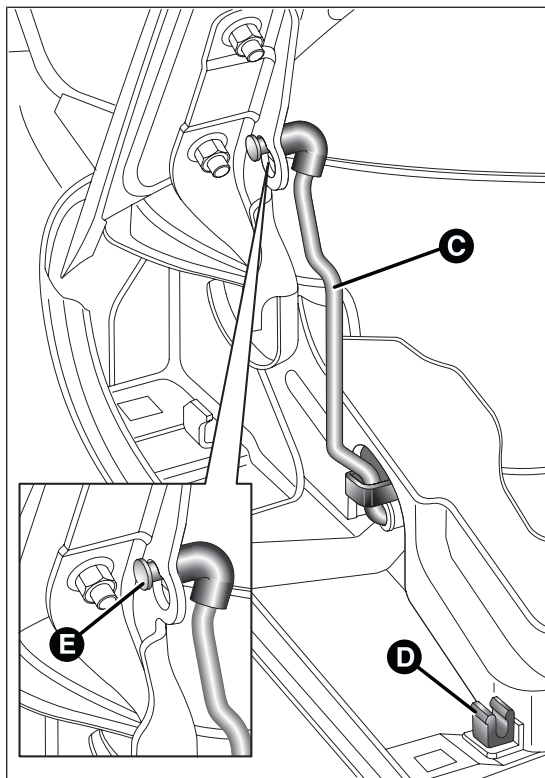

fig. 63
- ☐ levantar el capó y, al mismo tiempo, soltar la varilla de sujeción C fig. 63 de su dispositivo de bloqueo D; a continuación introducir el extremo de la varilla en el alojamiento E del capó (orificio grande) y empujarlo en la posición de seguridad (orificio pequeño), de la manera indicada en la figura.
- ❑ mantener levantado el capó con una mano y con la otra extraer la varilla C fig. 63 del alojamiento E, con un movimiento inverso al de apertura, y volver a introducirla en su dispositivo de bloqueo D;